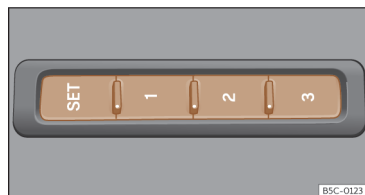

Fig. 73 Sur le côté extérieur du siège conducteur : touches de mémoire.
- Appuyez sur la touche **SET** pendant plus de 1 seconde >>> **fig. 73**.